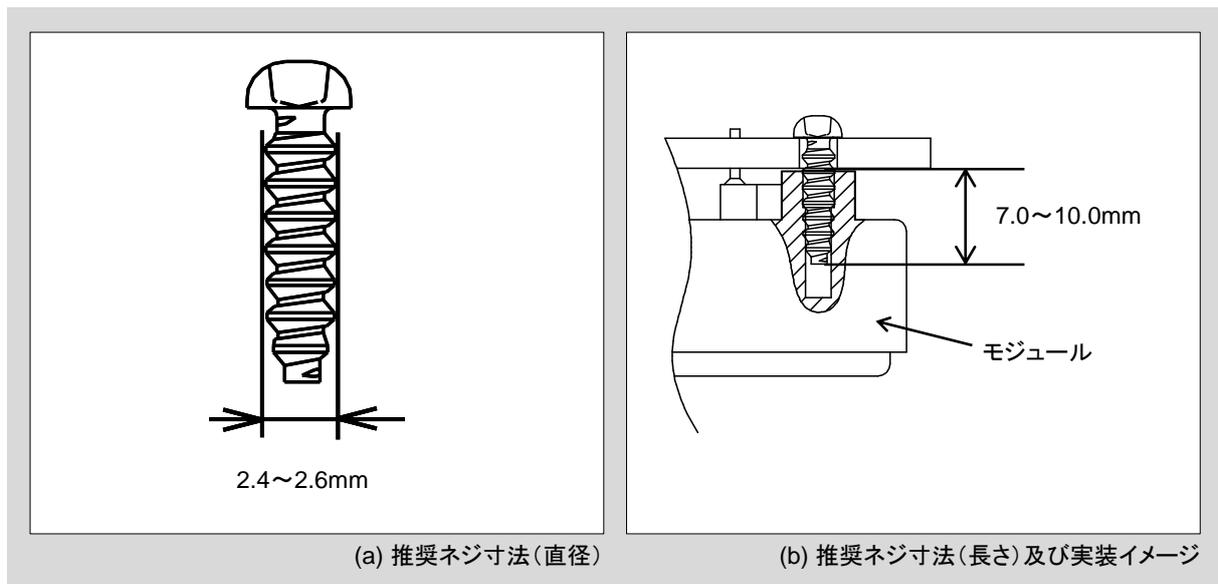

図5 推奨ネジの寸法及び実装イメージ
4. モジュールとPCBの固定に使用するネジは、図5に示す様に、直径が2.4~2.6mm、長さはPCBの下面から7.0~10.0mmとなるネジをご使用下さい。